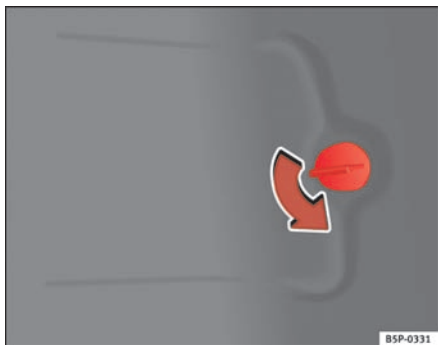

Fig. 187 Lys på karrosseriet
- Fjern afdækningen i bagagerummet i siden ⇒ fig. 187.